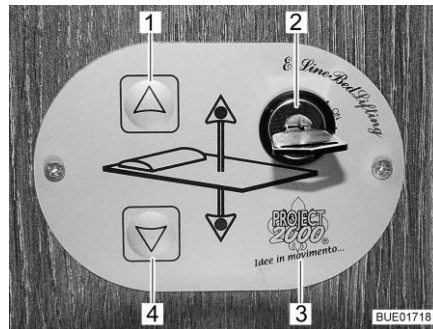
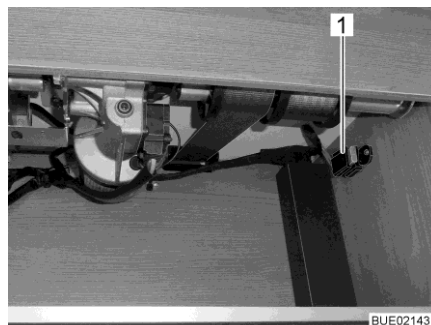

Bild 145 Bedienteil
Bild 149 Sicherung
Bedienteil Mit den Tasten (Bild 145,1 und 4) auf dem Bedienteil (Bild 145,3) wird das Hubbett abgesenkt oder angehoben. Mit dem Schlüsselschalter (Bild 145,2) wird das Bedienteil gegen unbefugte Benutzung gesichert.
- Schlüssel im Schlüsselschalter (Bild 145,2) um 90° im Uhrzeigersinn drehen. Das Bedienteil (Bild 145,3) ist aktiviert.
- Pfeiltaste (Bild 145,4) drücken und so lange gedrückt halten, bis das Hubbett in die gewünschte Position nach unten gefahren ist.
- Pfeiltaste (Bild 145,1) drücken und so lange gedrückt halten, bis das Hubbett in die Endstellung nach oben gefahren ist.
Wenn sich das Hubbett mit den Pfeiltasten (Bild 145,1 und 4) nicht mehr bewegen lässt, zuerst die Sicherung im hinteren Hängeschrank (Bild 149,1) prüfen. Wenn die Sicherung in Ordnung ist und sich das Hubbett trotzdem nicht bewegen lässt, kann das Hubbett manuell bedient werden.